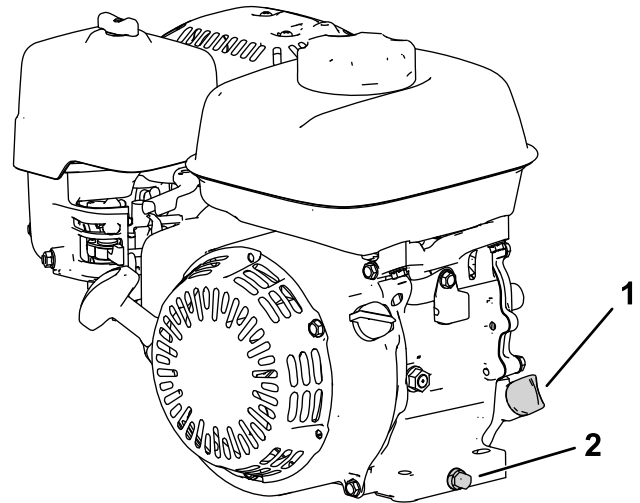

Bild 25
2. Stellen Sie die Maschine so, dass der Motor eben steht, und reinigen Sie dann den Bereich um das Ölfüllrohr (Bild 25).
- Entfernen Sie die Ablassschraube, die Unterlegscheibe und den Peilstab (Bild 25).